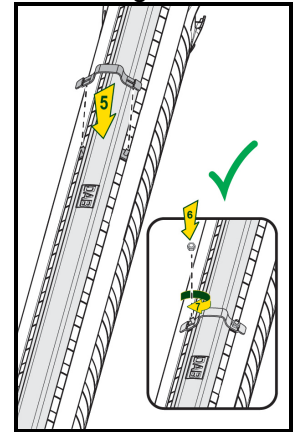

Fig.3
4. Fäst låsbygeln (fig. 3).
5. Dra åt de självlåsande muttrarna (fig. 3).